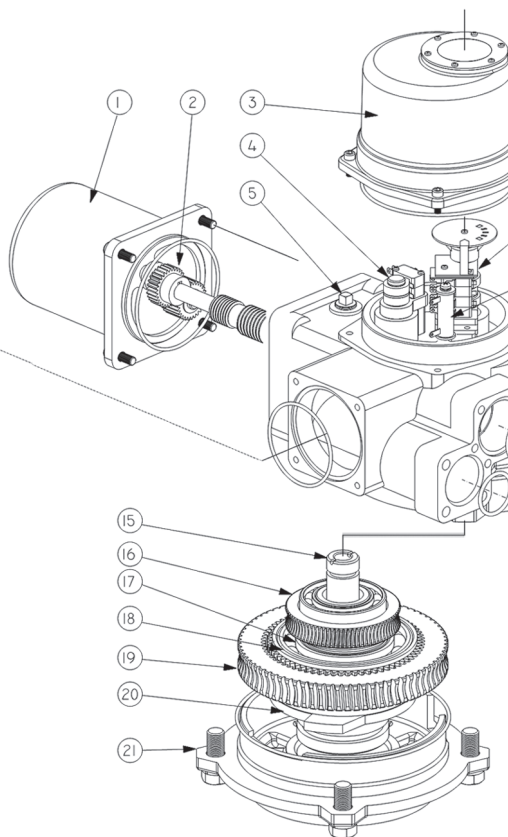
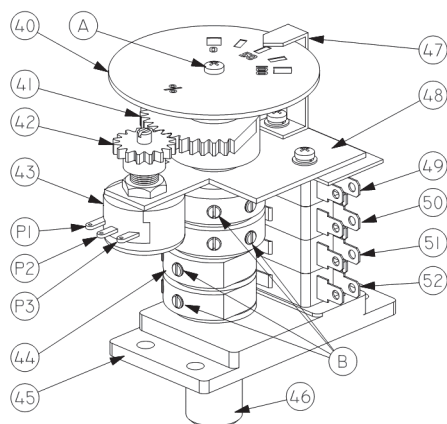
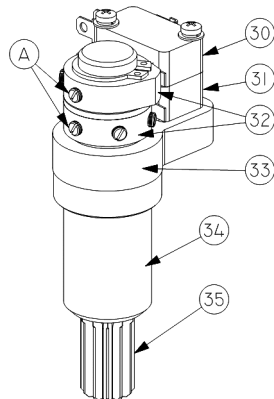

Рис.1 Электропривод ГЗ-ОФ
Рис. 2 Индикатор положения затвора арматуры
Рис.3 Двухсторонняя муфта ограничения крутящего момента
Электропривод состоит из следующих узлов и деталей (рис.1): электродвигателя (1); силового редуктора, в состав которого входит: червячный редуктор (11, 16), червячный редуктор маховика ручного дублера (13,19) и планетарная передача (18); двухсторонней муфты ограничения крутящего момента (моментной муфты) (4); ограничителя хода выходного вала (6); индикатора положения затвора арматуры (40, 47) (рис.2); выходного вала (15); механических упоров открытия и закрытия (9,10); клеммной колодки контактных соединений (23) и корпусных деталей.
Вращение электродвигателя (1) через прямозубую цилиндрическую шестерню (2) передается на червячный редуктор (11, 16), который соединен через планетарную передачу (18) с муфтой сцепления (20). Вращение муфты сцепления обеспечивает вращательное движение выходного вала (15). Выходной вал электропривода механически связан с индикатором положения затвора арматуры (40, 47) (рис.2) и ограничителем хода
Ограничитель хода выходного вала (6) механически связан с выходным валом (15). При достижении ограничителем хода выходного вала заданных параметров микровыключатели (49,50,51,52) (рис.2) отключают электропитание электродвигателя.
Индикатор положения затвора арматуры (40,47) (рис. 2) механически связан с валом ограничителя хода выходного вала. После надлежащей настройки указания индикатора соответствуют определенным положениям затвора арматуры независимо от режима работы электропривода – ручного или электрического.
При достижении предварительно установленной величины крутящего момента в положении ЗАКРЫТО или ОТКРЫТО, либо в случае аварийного заклинивания штока затвора арматуры в промежуточном положении, выходной вал (15) (рис.1) с червячным колесом (16) останавливается, а червяк (11), ввинчиваясь в венец червячного колеса (16), вследствие продолжающегося вращения ротора электродвигателя, начинает перемещаться в осевом направлении, сжимая тарельчатые пружины (12). Величина сжатия тарельчатых пружин определена настроенным крутящим моментом моментной муфты. Поступательное движение червяка (11) приводит к вращению вала моментной муфты (34) (рис.3). Кулачки (32), расположенные на валу моментной муфты, нажимают кнопки муфтовых микровыключателей (30, 31), размыкая цепь управления питанием электродвигателя электропривода.
2.6 МЕХАНИЧЕСКИЕ УПОРЫ (рис. 1)